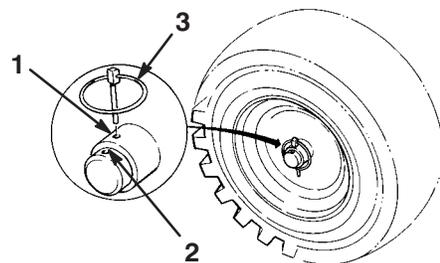

Bild 6
7. Schieben Sie die Räder nach innen und bringen Sie die Achszapfen durch die Bohrungen in der Radnabe sowie durch die *innere* Bohrung der Achse an (Bild 6).